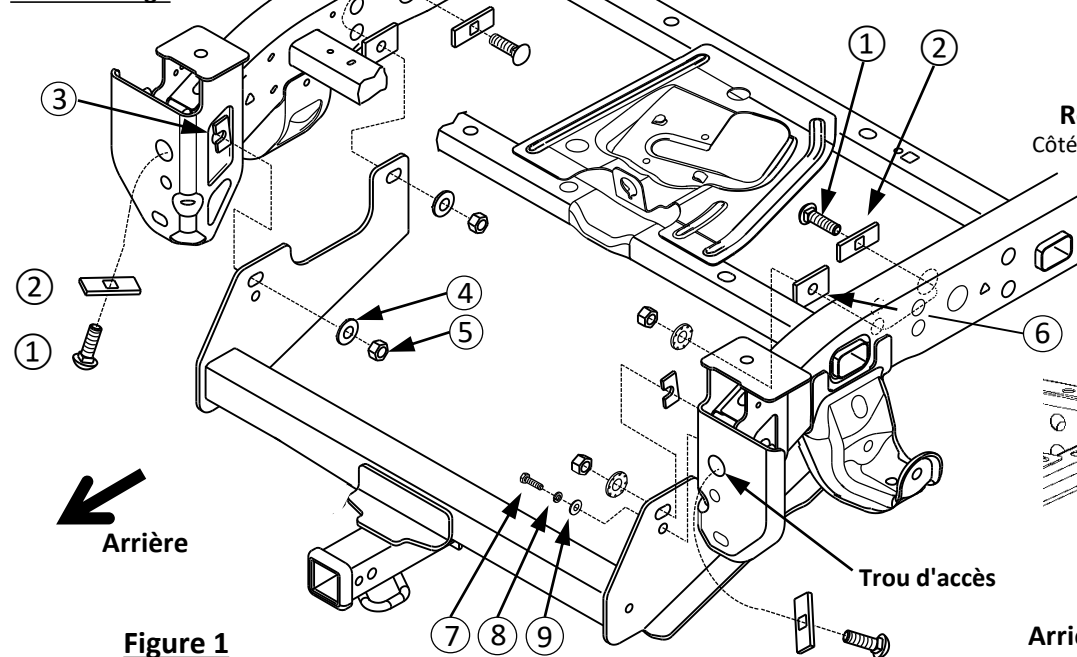
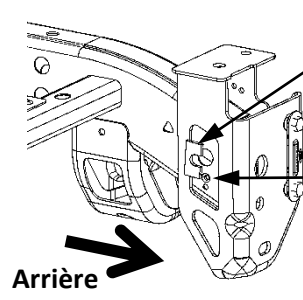
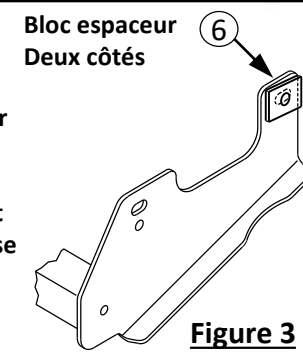

Figure 1
Figure 2
Figure 3
③	Qty. (2)	Spacer block (U-Shaped) .188 x 1.00 x 2.00
④	Qty. (4)	Conical washer 5/8
⑤	Qty. (4)	Hex Nut 5/8-11 Gr2
⑥	Qty. (2)	Spacer block .250 x 1.75 x 2.50
⑦	Qty. (1)	Bolt M8 X 1.25 X 30 CL8.8
⑧	Qty. (1)	Lock Washer 5/16
⑨	Qty. (1)	Flat Washer 5/16
⑩	Qty. (4)	fish wire 5/8
- Spacer block installation** - Using masking tape, secure the U-Shaped spacer block to the inside of frame rail in the recessed area, centered around the hole in frame, both sides. **NOTE:** Do not cover ground wire hole below hitch mounting hole, **see figure 2**. Using masking tape, secure the .250 x 1.75 x 2.50 spacer block (item 6) to the forward mounting hole of hitch bracket outer surface, centering the hole in block with slot in bracket, both sides, **see figure 3**.
- Install fasteners** – Feed the coiled end of fish wire through the attachment hole and out of the access hole in frame, **see fish wire example**. Attach the spacer block and carriage bolt (items 1 & 2) to the fish wire and pull fasteners inside the frame, four (4) places. **NOTE:** Keep fish wires attached to hardware and leave hardware inside the frame temporarily.
- Ground wire** – Using a 13mm socket, reattach the ground wire using the M8 bolt, lock washer, and flat washer provided, **see figure 1**.
- 3b. **Spacer block installation** - Using masking tape, secure the .250 x 1.75 x 2.50 spacer block (item 6) to the forward mounting hole of hitch bracket outer surface, centering the hole in block with slot in bracket, both sides, **see figure 3.**
6. **Ground wire** – Using a 13mm socket, reattach the ground wire using the M8 bolt, lock washer, and flat washer provided, **see figure 1.**
NOTA : Ne pas recouvrir le trou du fil de masse sous le trou de montage de l'attelage, **voir figure 2**. À l'aide de ruban-cache, coller le bloc espaceur .250 x 1.75 x 2.50 (art. 6) sur le trou de montage avant de la surface extérieure du support d'attelage, en centrant le trou du bloc sur la fente du support, des deux côtés, **voir figure 3**.
- Fil de masse** – À l'aide d'une douille 13 mm, rattacher le fil de masse à l'aide du boulon M8, de la rondelle frein et de la rondelle plate fournis, **voir figure 1**.
- 3a. **Pose du bloc espaceur** - À l'aide de ruban-cache, coller le bloc espaceur en U sur l'intérieur du longeron dans la zone en retrait centrée autour du trou dans le cadre, des deux côtés. **NOTA** : Ne pas recouvrir le trou du fil de masse sous le trou de montage de l'attelage, **voir figure 2**.
- 3b. **Pose du bloc espaceur** - À l'aide de ruban-cache, coller le bloc espaceur .250 x 1.75 x 2.50 (art. 6) sur le trou de montage avant de la surface extérieure du support d'attelage, en centrant le trou du bloc sur la fente du support, des deux côtés, **voir figure 3**.
6. **Fil de masse** – À l'aide d'une douille 13 mm, rattacher le fil de masse à l'aide du boulon M8, de la rondelle frein et de la rondelle plate fournis, voir figure 1.